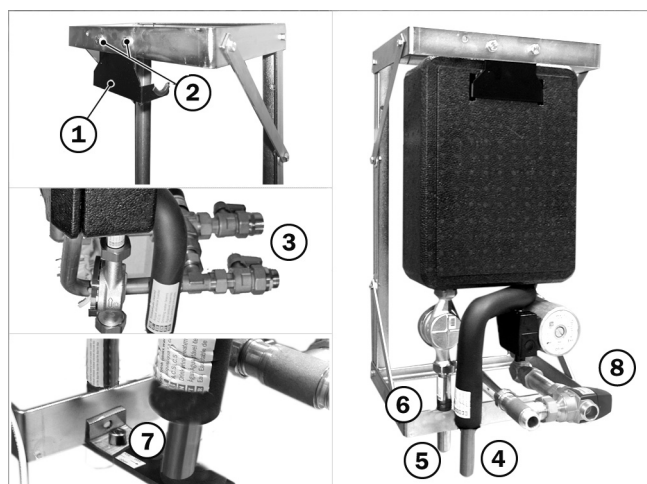

Fig. 1: Montaggio della stazione acqua calda sanitaria
i La "valvola di miscelazione termica" → Fig. 1 (8), è preimpostata di fabbrica. In caso fosse necessaria una nuova impostazione vedere → Cap. „Installazione della valvola di miscelazione termica“.